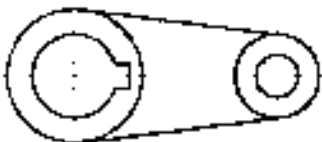

图 4-52 修剪键槽
8) 单击“修改”工具栏中的“修剪”按钮，剪掉键槽开口部分的圆弧。结果如图 4-52 所示。